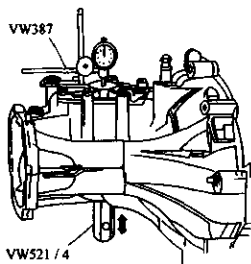

图 3-130 上下移动差速器
9) 用专用工具 VW521/4 将差速器向上和向下移动, 如图 3-130 中箭头所示, 记下百分表上刻度的变化值 (例如: 记下的间隙为  $0.50\text{mm}$ )。注意: 测量时不要转动差速器, 因为这样可能会影响测量的结果。